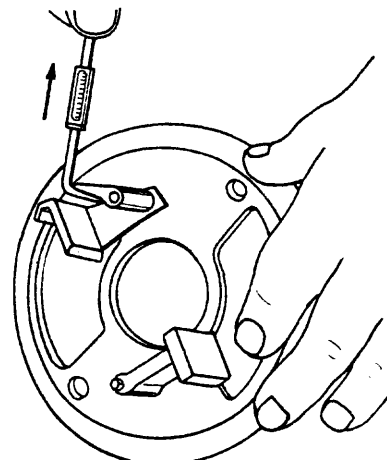

Fig. 4
- ___ g Controle la tensión de los resortes de las escobillas, según especificaciones (fig. 4).